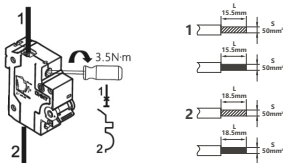

图5 NBDP-125接线方式
5.4 适用于铜导线连接，导线选择见表2，接线方式及剥线长度示意如下图5